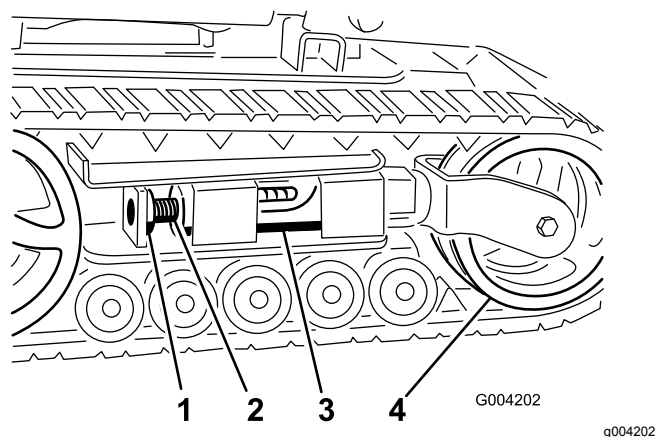
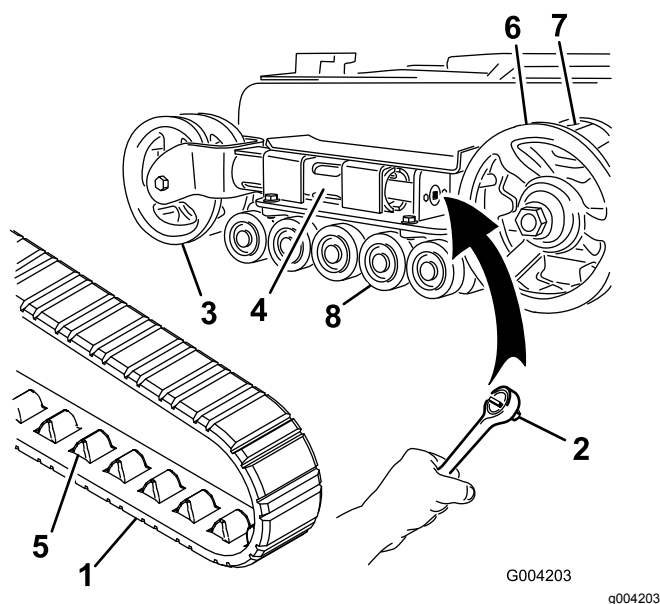

Рисунок 45
Рисунок 46
4. Отвинтите зажимной болт и гайку (Рисунок 45).
6. Совместите ближайшую выемку в натяжном винте с отверстием в зажимном болте и закрепите винт при помощи зажимного болта и гайки (Рисунок 45).
**Примечание:** Если передние натяжные колеса установлены в вилке на конце натяжной трубы, на вашей машине установлены узкие гусеницы. (Рисунок 46).
вращая натяжной винт по часовой стрелке (Рисунок 45 и Рисунок 46).
6. Надавите на натяжное колесо в направлении задней части блока, чтобы придвинуть натяжную трубу к раме (Рисунок 46).
8. Когда гусеница будет снята с натяжного колеса, снимите ее с ведущей звездочки и опорных катков (Рисунок 46).
9. Сначала установите новую гусеницу на ведущую звездочку. Звенья гусеницы должны находиться между зубьями звездочки (Рисунок 46).
10. Протолкните гусеницу под опорные катки и одновременно между ними (Рисунок 46).
5. Используя ключ с храповым механизмом на 1/2 дюйма, ослабьте натяжение привода, вращая натяжной винт по часовой стрелке (Рисунок 45 и Рисунок 47).
6. Поместите наполненный смазкой колпачок опорного катка поверх головки болта (Рисунок 46).
7. Закрепите колпачок опорного катка стопорным кольцом (Рисунок 46).